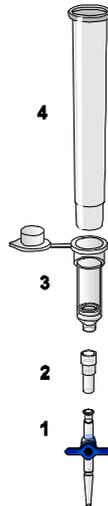

Abbildung 3. Zusammenbau der Komponenten des QIAamp DSP Virus Kit für die Vakuumverarbeitung von Proben:
Stellen Sie sicher, dass die Säulenerweiterung (EXT), die QIAamp MinElute Säule, der VacConnector (VC) und das VacValve korrekt installiert sind (siehe Abbildung 3).
5. Zentrifugieren Sie das Lyseröhrchen (LT) ≥ 5 Sekunden lang bei voller Drehzahl, um Tropfen aus dem Inneren des Deckels zu entfernen.
6. Wechseln Sie die Handschuhe und öffnen Sie das Lysis Tube (LT) vorsichtig.
7. Geben Sie 600 µl Ethanol (96–100 %) in das Lyseröhrchen (LT) und schließen Sie dann den Deckel des Röhrchens. Mischen Sie dann mindestens ≥ 15 Sekunden lang mit Vortexmischer-Impulsen. 5 Minuten (± 1 Minute) bei Raumtemperatur (15–25 °C) inkubieren.
8. Zentrifugieren Sie das Lysis Tube (LT) ≥ 5 Sekunden lang bei voller Drehzahl, um Tropfen aus dem Inneren des Deckels zu entfernen.
9. Stecken Sie die QIAamp MinElute Säule auf den VacConnector (VC) auf dem Vakuumsystems (siehe Abbildung 3, Seite 26). Stecken Sie die Säulenerweiterung (EXT) in die offene QIAamp MinElute Säule.